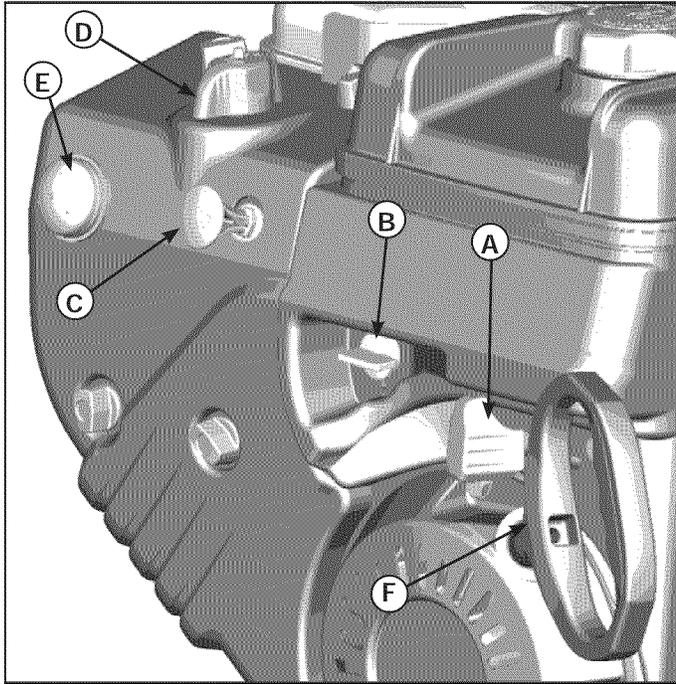

Figura 19. Arrancar/Detener el motor
O mueva la palanca del estrangulador (A, Figura 19), si tiene, a la posición RÁPIDO. Siempre opere el motor con el control de desaceleración en la posición de RÁPIDO.
4. Ponga la válvula de cierre del depósito (B, Figura 19), si lo tiene, en posición ENCENDIDO.
5. Introduzca la llave de seguridad (C).
6. Gire la perilla del estrangulador (D) a la posición de estrangulador.
7. Presione el botón cebador (E) dos veces.
8. **Arranque rebobinado:** Sujete con firmeza el asa del cable de arranque (F). Tire suavemente del cable de arranque hasta que sienta la resistencia, después tire con rapidez.
O mueva la palanca del estrangulador (A, Figura 19), si tiene, a la posición LENTO, y después a la posición de DETENIDO.